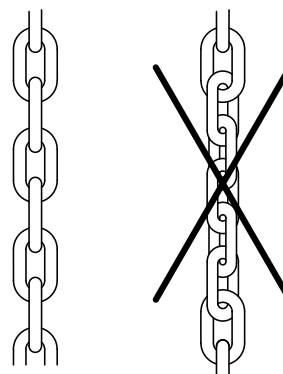

Fig. 2: Verandering van de haspelketting
Verandering van de lengte van de haspelketting (Fig. 2)
- Bij een verandering van de kettinglengte moet erop worden gelet dat de haspelketting niet verdraaid wordt gemonteerd (fig. 2).